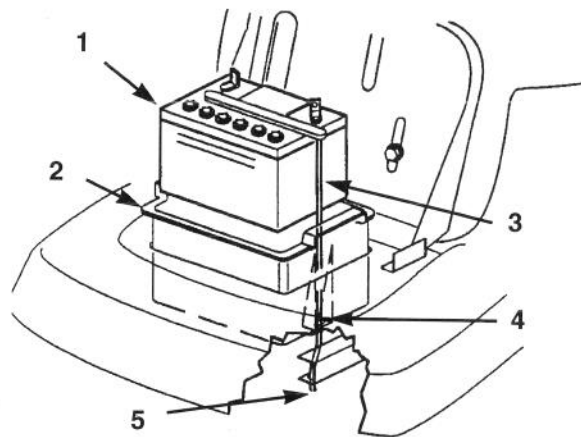

Bild 20
5. Batteriekasten, Batterie und das lange Belüftungsrohr aus dem Fahrzeug entfernen (Bild 20).
1. Die Batterie in den Kasten einführen und das Belüftungsrohr durch das U-Profil und das Langloch im Kastenboden schieben (Bild 20).
WICHTIG: In die Öffnung blicken, in die der Batteriekasten paßt. Das Loch im Ende des rechten Rahmenträgers (Bild 20) ausfindig machen. Das Belüftungsrohr immer durch dieses Loch führen, um einer Korrosion von Traktor und Mähwerk durch Batteriesäure vorzubeugen.
2. Batterie und -kasten in der Maschine installieren (Bild 20). Sicherstellen, daß das Ende des Belüftungsrohrs durch das Loch im Rahmen geführt wird (Bild 20).